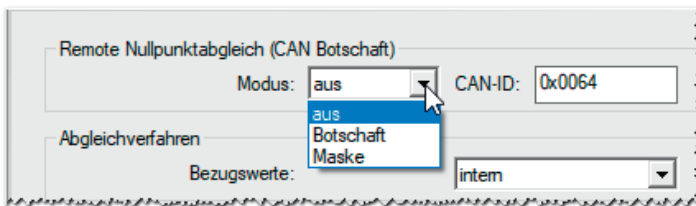

Abb. 5-35: Funktion **Remote Nullpunktgleich (CAN-Botschaft)**
- ☞ Wählen Sie im Auswahlmenü **Modus** die Option **Maske** (Abb. 5-35).
- ☞ Geben Sie die erforderliche CAN-ID in das Feld **CAN-ID** ein (Abb. 5-35).